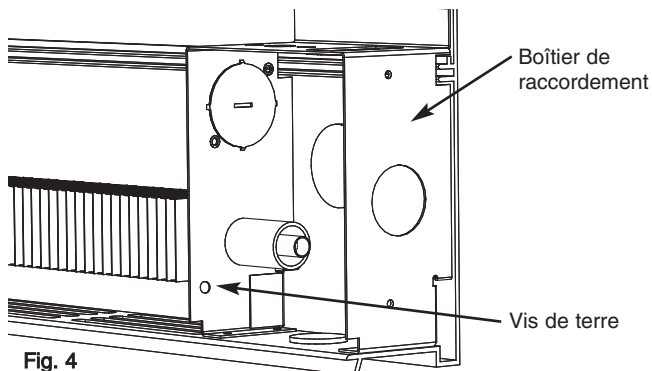

Fig. 4
- Réalisez les raccordements électriques en suivant le schéma de câblage fixé au radiateur. Reliez le radiateur à la terre en utilisant la vis de terre fournie. Voir la Figure 4.